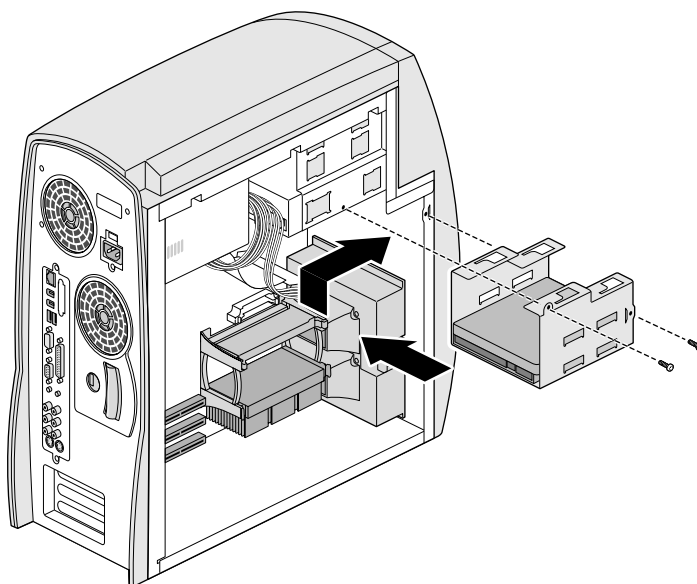

図 4-18 内蔵ハードディスクドライブブラケットの取り付け
8. ドライブスロットにブラケットを取り付けます (図 4-18)。